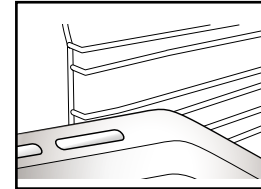

Fig. 2
2. Annet utstyr, som en langpanne og bakebrett, settes inn på samme måte som risten (Fig. 2).